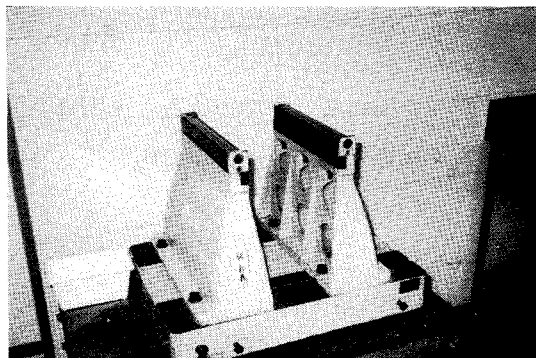

図1-13
- (1) バランス台の水平を調整する。
- ・水準器の気泡が中央にくるように、バランス装置の水平を調整する (図1-13)。